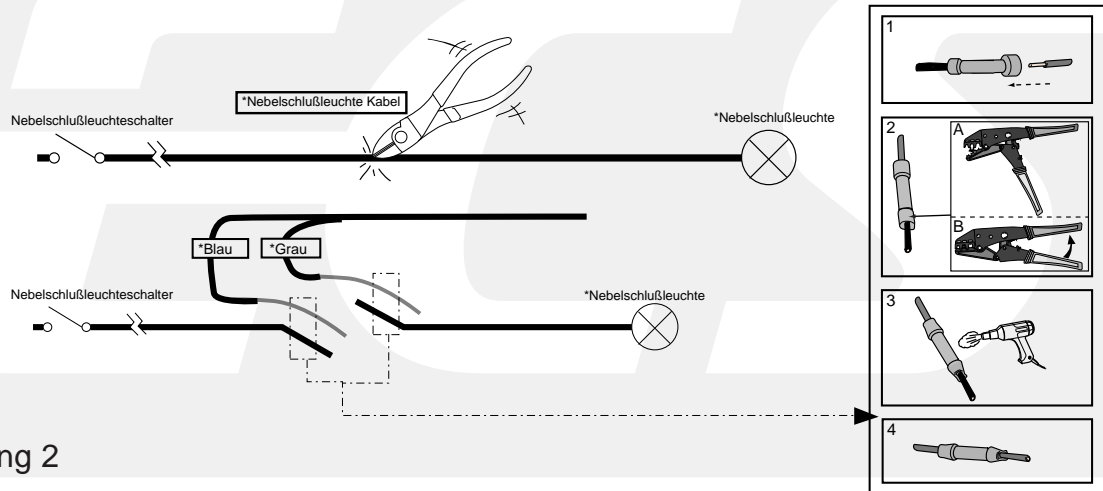

Abbildung 2
5. Anschließen der Nebelschlußleuchten: siehe Abbildung 2